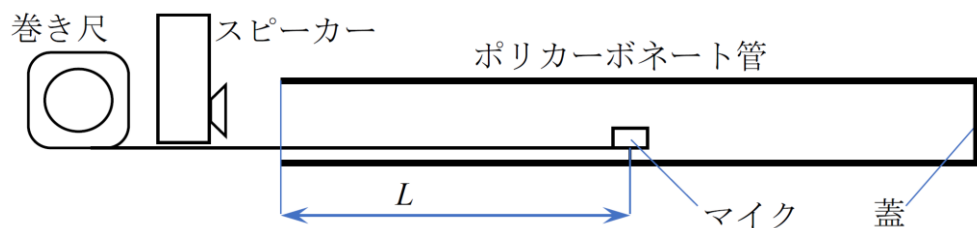

図 3-5 片端が閉じられたポリカーボネート管を用いた測定
- ① 内径 34 mm、長さ約 1.2 m のポリカーボネート管のひとつの端にアクリル円板を密着させ、すき間がないように粘着テープで固定して蓋をする。
- ② 図 3-5 のように、マイクを巻き尺の先端部に粘着テープあるいは両面テープで固定する。巻き尺を伸ばし、マイクをポリカーボネート管の中に導入する。閉じられていない方の管端の付近にパルス音源を置き、発生させたパルス音を管内のマイクで検出する。マイクの下に取り付けられている厚紙はマイク専用の回路を絶縁保護するためのものである。これが破損して短絡が起きないように注意すること。